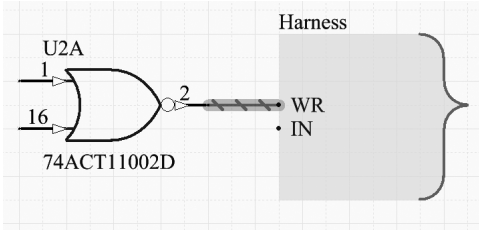

图 3-42 放置信号线束
(1) 单击菜单栏中的“放置”→“线束”命令，或单击“布线”工具栏中的（放置总线）按钮，或按快捷键〈P〉+〈B〉，此时光标变成十字形状。
(2) 将光标移动到想要完成电气连接的元件的引脚上，单击放置信号线束的起点。出现红色的符号表示电气连接成功，如图 3-42 所示。移动光标，多次单击可以确定多个固定